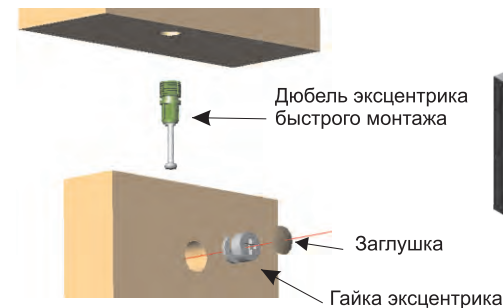
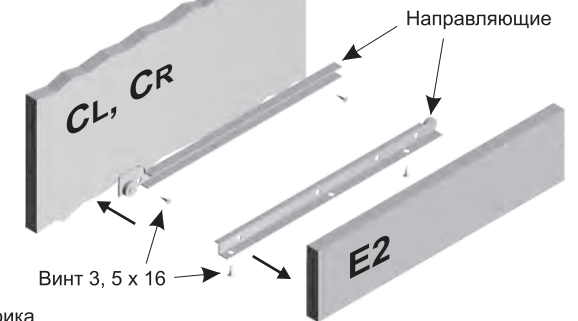

Рис.2
Рис.3
Введение. Основными элементами крепежа являются стяжка эксцентриковая, шкант d 8 x 30 мм. Крепление стяжки эксцентриковой см. Рис. 2. Шкант используется для удобства монтажа и устанавливается в **плоскость деталей**. На эксцентрики устанавливаются заглушки. Подкладки для ручек (9) устанавливаются с **внутренней стороны** деталей.
Установите шканты (3) в отверстия d=8 мм топа А, низа В и боковин С. Вставьте дюбель эксцентрика быстрого монтажа (1а) в топ А, в низ В, а также в лицевые ящиков Е1 (см. Рис.2). Прикрутите опоры (4) шурупами (5) в наметки на нижней плоскости детали В. Закрепите направляющие (6) через **овальные отверстия**, шурупами (5) на плоскости детали CL (на CR - в зеркальном отображении), по наметкам (См. Рис.3). Соедините вместе низ В, боковины С и заднюю стенку D. Вставьте эксцентриковые гайки (16) и с помощью отвертки затяните их по часовой стрелке до фиксации (см. Рис.2). На собранную конструкцию установите топ А, заблаговременно прикрепив к нему язычок для замка (11) шурупами (5) по наметке и закрепите с помощью эксцентриковых стяжек (1). Вставьте эксцентрик-гайку (12) в отверстия фолдинга (13) и согните фолдинг (13) по линиям сгиба (см. Рис.4). Соедините вместе фолдинг (13), дно ящиков Е2 и лицевые Е1 и затяните эксцентрик-гайки (12) до фиксации с помощью отвертки. Используя шурупы (5), прикрепите ответные направляющие для ящиков, вплотную к лицевым Е1, таким образом, чтобы ролик располагался в задней части ящика (См. Рис. 3). Прикрепите замок (10) к лицевой стенке верхнего ящика Е, используя шурупы (7). Используя подкладки для ручек (9) прикрепите ручки (8) к ящикам Е винтами прилагаемыми к ручкам. В эксцентриковые гайки (16) вставьте заглушки (2). Вставьте ящики в направляющие, отрегулируйте зазоры между лицевыми (за счет овальных отверстий), зафиксируйте направляющие в нужном положении, через любые круглые отверстия.